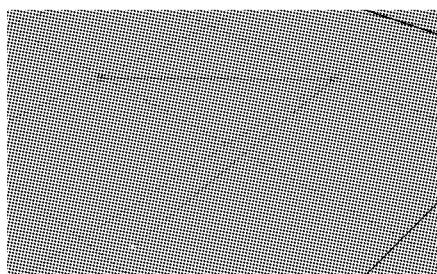

图 3-4 第 2 条 Hull 线
(4) 单击创建第 3 个可控点，产生第 2 个可控点与第 3 个可控点的 Hull 线，如图 3-4 所示。